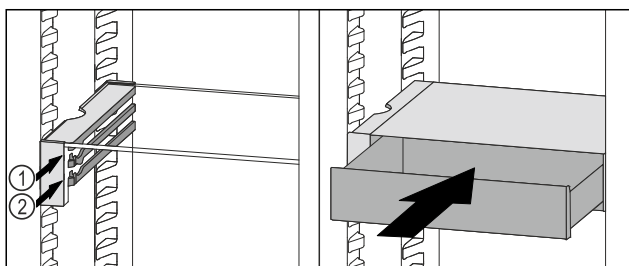

Fig. 158
- ▶ Nasaďte zásuvku VarioSafe za zarážky na požadovaném žebře Fig. 158 (1) nebo Fig. 158 (2).